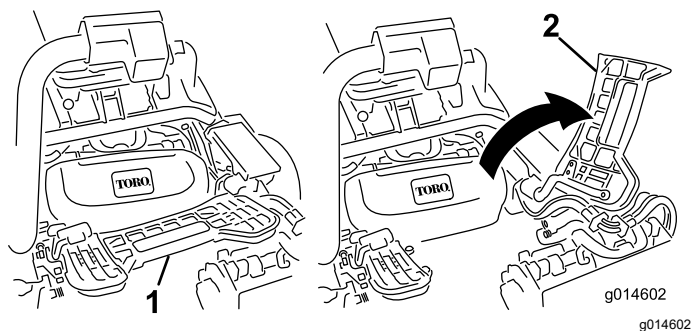

Figura 55
2. Levante el reposapiés y gírelo hacia arriba, para tener acceso a la posición de la unidad de corte central (Figura 55).